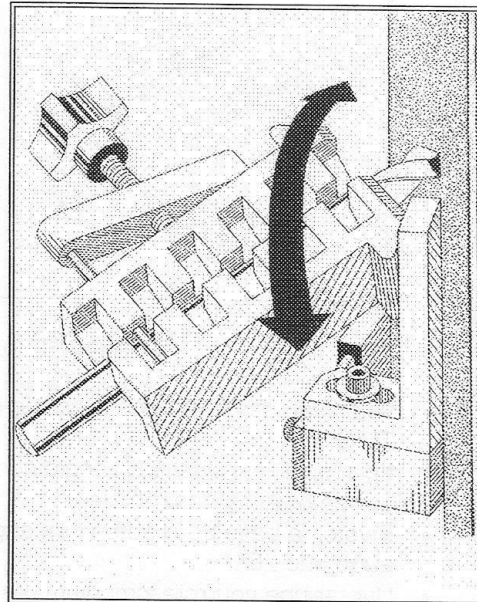

FIGURE 65
- Balancer de haut en bas pour affûter la première lèvre (Fig.65).